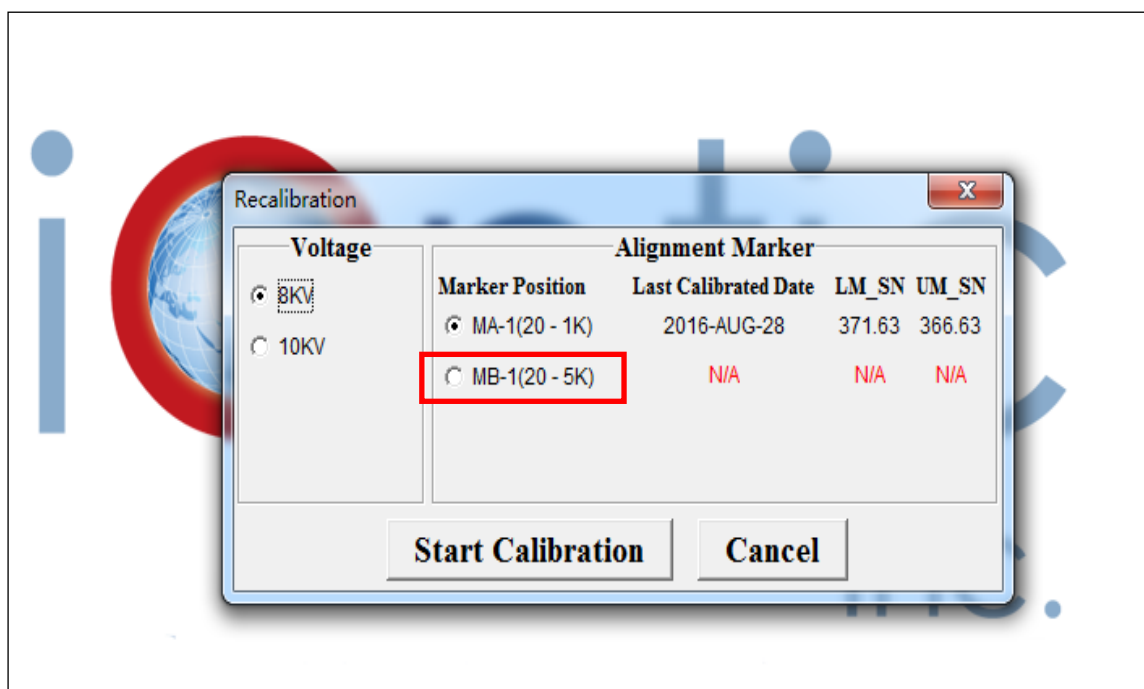

图 1 5K marker 建立时的卡夹校准
(1) 在 Latch 卡夹后，进行卡夹校准时，Alignment marker 需选择 MB-1（如下图 1）。